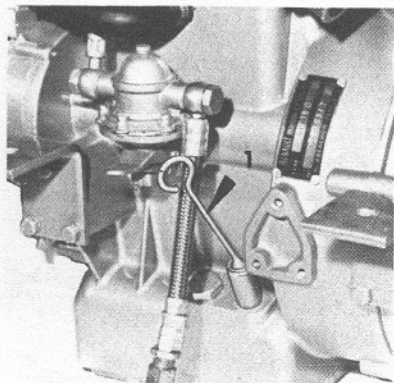

Fig. 10
- ↳ Vérification du niveau: par la jauge 1(Fig. 10)
- Oil level is checked by dipstick 1 (Fig. 10)